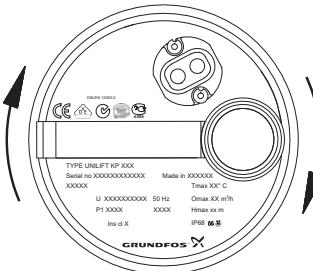

Рис. 10 Направление вращения
3. Проверить перемещение (толчок) насоса при запуске. Если он вращается (рывок насоса) в направлении, указанном на рис. 10 (по часовой стрелке), то в этом случае электродвигатель имеет правильное направление вращения. Если рывок имеет противоположенное направление, следует поменять местами два фазовых провода подключения электродвигателя.